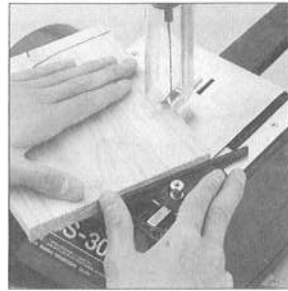

図10
- 角度定規は定規の下についている平板をベースの溝に入れてください。(図10参照)
- ④本機のベースを斜め(角度をつける)にすることはできません。定規の目盛は目安としてご使用ください。